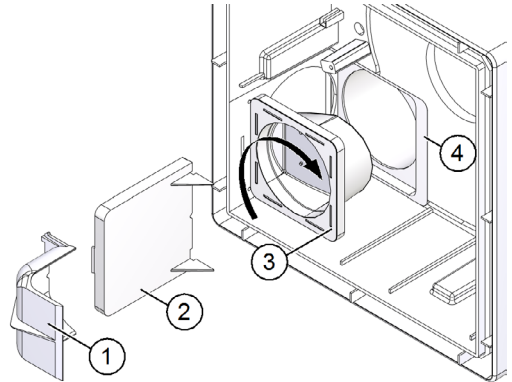

Abb. 19: Lage der Rückschlagklappe an Einbauposition anpassen
- ▶ Heben Sie das Abweisteil (Pos. 1 in Abb. 19) ab.
- ▶ Heben Sie die Verschlussplatte (Pos. 2 in Abb. 19) ab.
- ▶ Ziehen Sie den Klappenträger (Pos. 3 in Abb. 19) mit Rückschlagklappe und Klappendichtung aus dem Anschlussstutzen aus Kunststoff (Pos. 4 in Abb. 19) heraus.